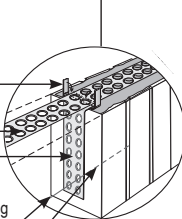

Abb. 3
- Läuferschicht mauern und bei Stürzen $l_w \geq 1,51$ m die Rückverankerungsbügel Typ RVB wechselseitig mit dem einen Schenkel unter das Lochband im Abstand von ≤ 25 cm mit in die Stoßfugen einsetzen (siehe Abb. 3). Bei Verwendung von 2 Stück MOSO® Lochbändern werden diese in den übereinanderliegenden Lagerfugen angeordnet.